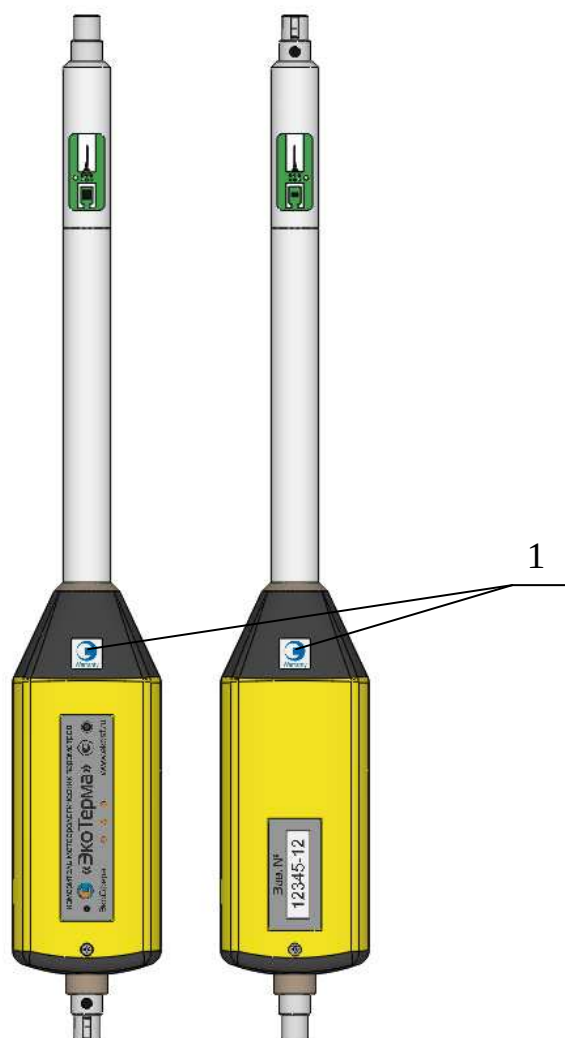

Рис.3 – Схема пломбирования измерителя
1.10.2. Пломбы должны быть установлены на винтах корпуса измерителя (рис. 3). Пломбирование измерителя производится путем наклейки бумажной метки с логотипом производителя, разрушающейся при попытке вскрытия корпуса измерителя. Нарушение пломб происходит при разборке корпуса измерителя. В случае нарушения пломбы предприятие-поставщик вправе отказаться от гарантийного ремонта измерителя.